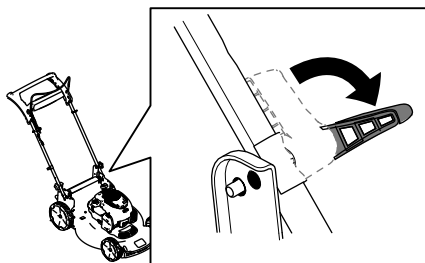

Bild 18
3. Lösen Sie die Holmarretierung (Bild 18).